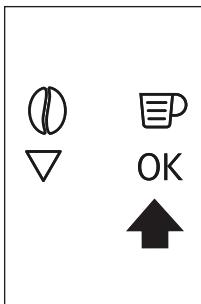

Fig. 10
tenere premuta per almeno 3 secondi l'icona OK (B 11) (Fig. 10) fino a quando appare il messaggio "ITALIANO INSTALLATO". Se si seleziona una lingua non desiderata, seguire le indicazioni descritte nel cap. "Impostazione della lingua". Se invece la vostra lingua non è disponibile, selezionatene una tra quelle presenti nel display. Nelle istruzioni viene presa come riferimento la lingua inglese.
- ▶ Premere l'icona **ok** (B9) (Fig. 10) e dopo pochi secondi, un po' di acqua fuoriesce dall'erogatore.